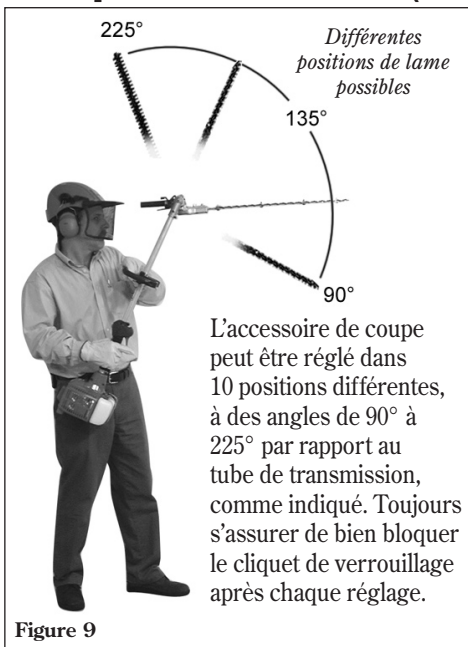

Figure 9
1. Glisser l'interrupteur d'allumage dans la position « I » (MARCHE). Voir Figure 9.